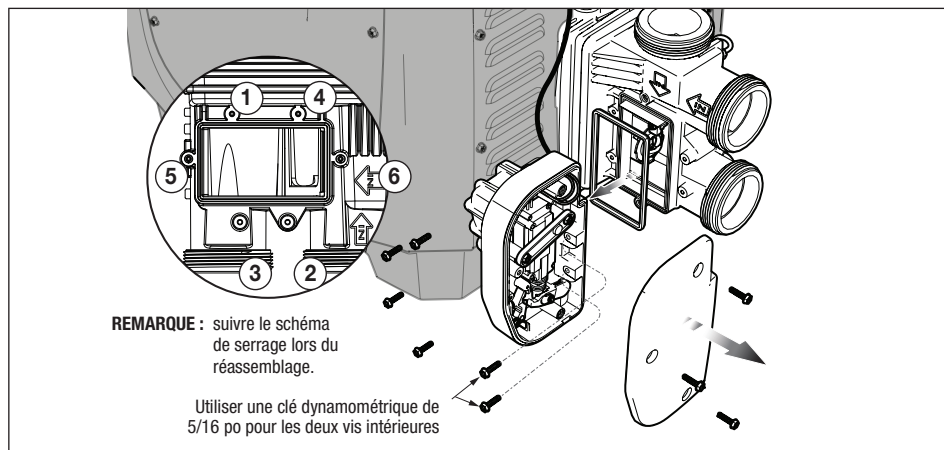

Figure 16. Installer l'ensemble de dérivation VersaFlo
- b. Serrer les vis en place en suivant la séquence de serrage indiquée au-dessus de la note dans la Figure 16.